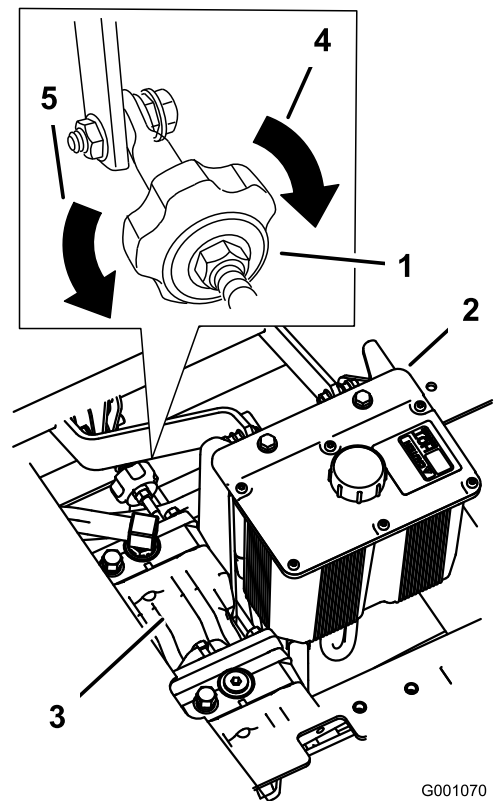

Figura 81
2. Ajuste o comprimento da barra da bomba rodando o manípulo, na direção adequada, até que a roda fique parada ou a rodar ligeiramente para trás (Figura 81).